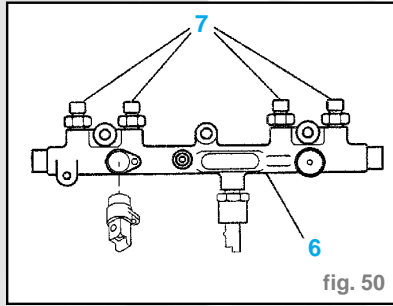

fig. 50
- régulateur haute pression carburant (4)
- bague d'étanchéité (1)
- raccord (3) de sortie haute pression (dysfonctionnement)
- Ne pas dissocier les raccords (7) de la rampe d'alimentation (6) (dysfonctionnement) (fig. 50).